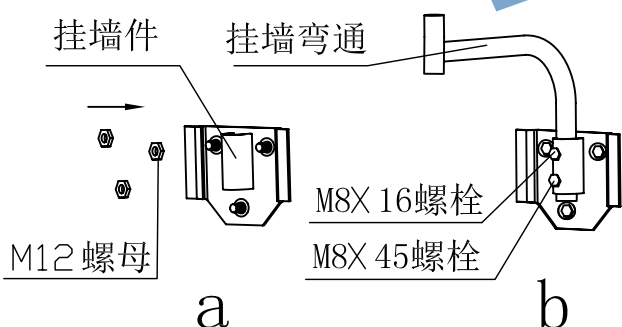

图1
- 将挂墙弯通安装到挂墙支架板上，M8X45螺栓对准弯通上的 $\varnothing 8$ 孔，并旋紧螺栓。如图1所示。